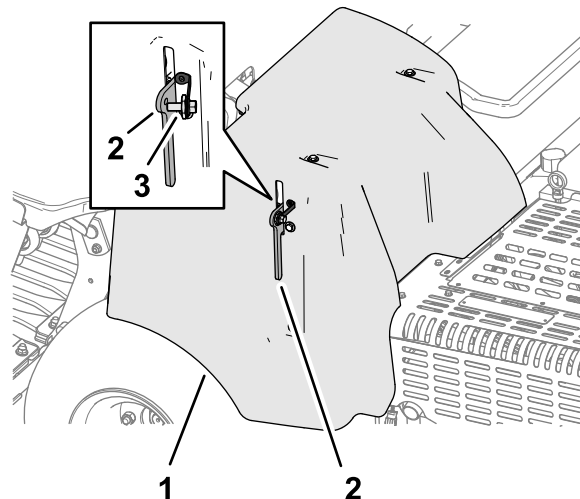

Figura 141
1. Dacă mâna dumneavoastră are urubul de blocare CE pentru capacul curelei, slăbiți urubul până când acesta se separă de elementul de blocare al capacului (Figura 141).